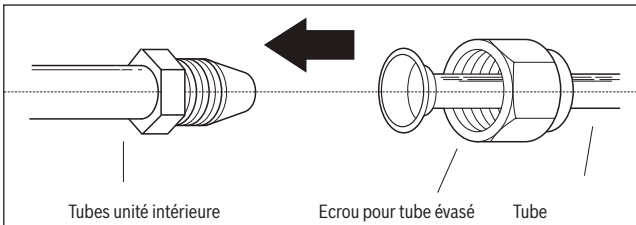

Fig. 33.
1. Aligner le centre des deux tubes à connecter. Voir fig. 33.